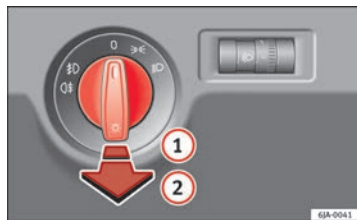

Fig. 56 Painel de instrumentos: comando de luzes
- Em primeiro lugar, rode o interruptor da luz ⇒ Fig. 56 para a posição ☞ ou ☞.
- Coloque o comando das luzes na posição ①.
- Em primeiro lugar, rode o interruptor da luz ⇒ Fig. 56 ⇒ Página 98 para a posição ☞ ou ☞.
- Coloque o comando das luzes na posição ②.